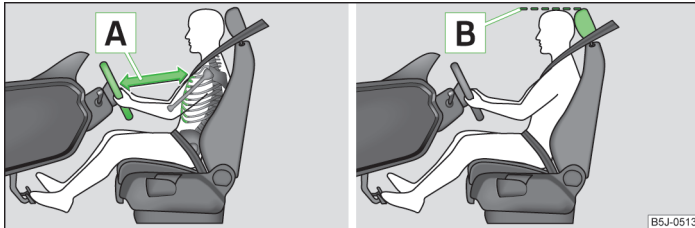

Abb. 110 Richtige Sitzposition des Fahrers / richtige Kopfstützeinstellung
- Das Lenkrad so einstellen, dass der Abstand zwischen Lenkrad und Brustbein mindestens 25 cm beträgt » Abb. 110.
- Die Kopfstütze so einstellen, dass die Oberkante der Kopfstütze sich möglichst auf einer Höhe mit dem oberen Teil Ihres Kopfes befindet » Abb. 110 auf Seite 126 » Seite 126.
- Die Kopfstütze so einstellen, dass die Oberkante der Kopfstütze sich möglichst auf einer Höhe mit dem oberen Teil des Kopfes befindet » Abb. 110 auf Seite 126 » Seite 126.